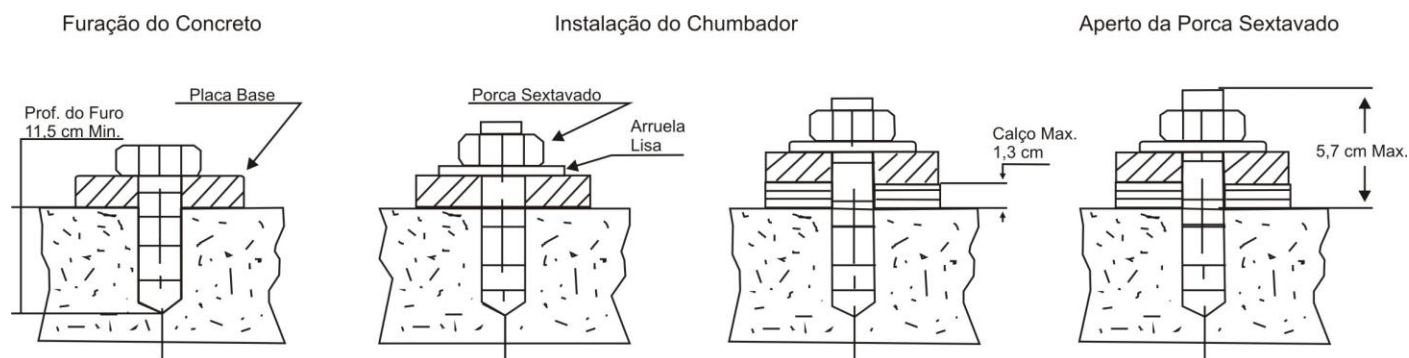

Figura 10
6. Limpe cuidadosamente os resíduos dos furos. Instale os parafusos chumbadores de 3/4" (Figura 10). Aperte manualmente as porcas e os parafusos dos chumbadores.
8. Aplique um torque de **110 Nm (81 lbf.ft)** em todos os chumbadores, verificando continuamente se a coluna está nivelada, à medida em que vai executando este procedimento. Se os parafusos chumbadores de 3/4" não suportarem o aperto de **110 Nm (81 lbf.ft)** OU se projetarem aproximadamente 5,7 cm acima da superfície de concreto (Figura 10, detalhe C), o concreto DEVERÁ ser substituído por concreto adequado. Consulte o Fornecedor/Fabricante do produto para obter detalhes adicionais.
11. Limpe cuidadosamente os resíduos dos furos. Instale os parafusos chumbadores de 3/4" (Figura 10). Aperte manualmente todas as porcas dos chumbadores.
13. Aplique um torque de **110 Nm (81 lbf.ft)** em todos os chumbadores, verificando continuamente se a coluna está nivelada, à medida em que vai executando este procedimento. Se os parafusos chumbadores de 3/4" não suportarem o aperto de **110 Nm (81 lbf.ft)** OU se projetarem aproximadamente 5,7 cm acima da superfície de concreto (Figura 10, detalhe C), o concreto DEVERÁ ser substituído por concreto adequado. Consulte o Fornecedor/Fabricante do produto para obter detalhes adicionais.